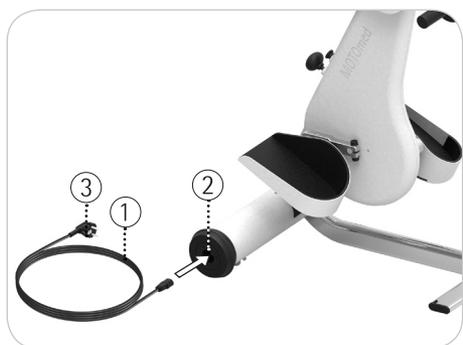

Abb. 4.4
siehe Abb. 4.4 Schließen Sie die Netzanschlussleitung ① zuerst an den Kaltgerätestecker ② in der Radnabe Ihres MOTomed an. Achten Sie dabei auf festen Sitz des Anschlusses. Stecken Sie dann den Netzstecker ③ der Netzanschlussleitung ① in eine Netzsteckdose in Ihrer Räumlichkeit. Der Netzstecker ③ und der Kaltgerätestecker ② müssen jederzeit frei zugänglich sein, damit das MOTomed ohne Hindernis aus- und eingesteckt werden kann.